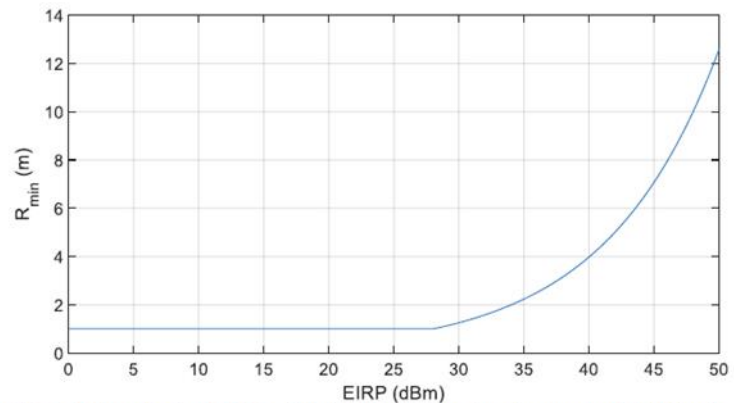

Abb. 10.1: Minimal erforderlicher Abstand eines Sendesystems zum Reflektor in Abhängigkeit des Sende-EIRPs.
- Die Verstärker sind auf einen maximalen Eingangsleistungspegel von -25 dBm ausgelegt. Radargeräte oder andere Quellen elektromagnetischer Strahlung im Frequenzbereich von 60 GHz bis 90 GHz müssen so aufgestellt werden, dass in Abhängigkeit des EIRP des Sendesystems der in Abbildung 10.1 dargestellte Abstand eingehalten wird.
Achten Sie darauf, dass sich im Radius von 1m vor dem Reflektorkörper keine Objekte befinden. Den erforderlichen Abstand Ihrer Radarquelle zu KORK finden Sie in Abbildung 10.1 in **Kapitel 2.3 „Vernünftigerweise vorhersehbare Fehlanwendungen“**.